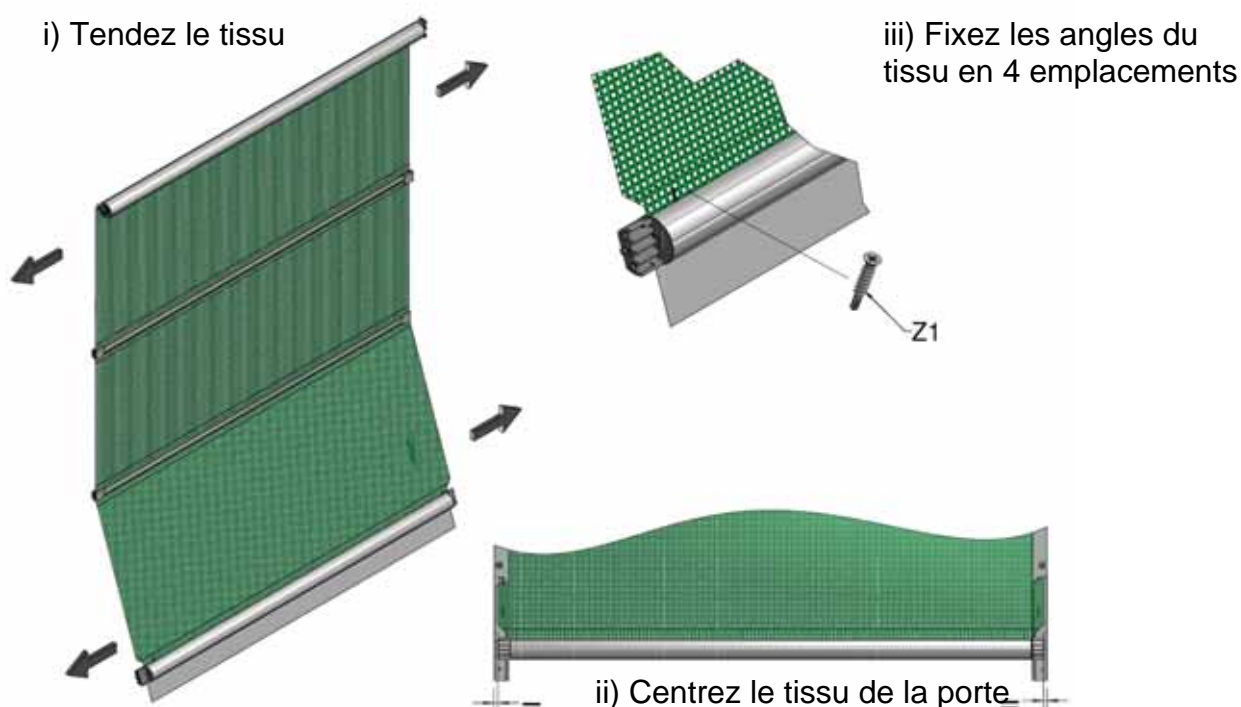

Figure 16, centrage de l'écran
16. Abaissez complètement votre porte et fixez le panneau de tissu au tube supérieur et au tube inférieur avec les vis autoperceuses (Z1). Il est important de tendre latéralement le panneau avant de le fixer pour retirer les plis (figure 16). Insérez les vis dans le tube supérieur de 35 mm au maximum à partir du bord pour empêcher d'endommager le ressort et le moteur. Vérifiez le fonctionnement des loquets de verrouillage ; il peut être nécessaire de découper une partie supplémentaire de tissu au-dessus du tube pour permettre au levier de se fermer complètement.